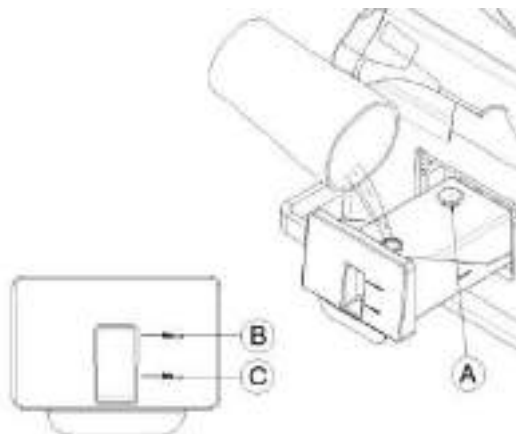
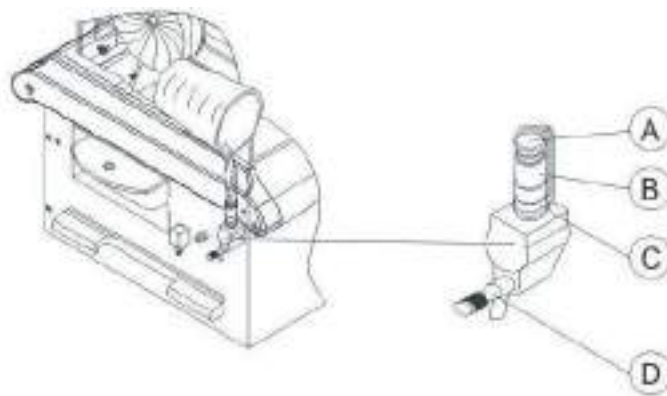

Figura 156 – Nível do reservatório de água para umidificação passiva da incubadora com corpo em plástico de engenharia
Figura 157 – Nível do reservatório de água interno de umidificação passiva para incubadora com corpo metálico
incubadora com corpo metálico, conforme figura 157, e para a incubadora com corpo em plástico de engenharia, a indicação de nível de água está localizado na tampa do reservatório, conforme figura 156.
- Para drenar a água do reservatório da incubadora com corpo metálico, abra o dreno (D) do indicador de nível, recolhendo a água em um recipiente. O registro está indicado na figura 157.